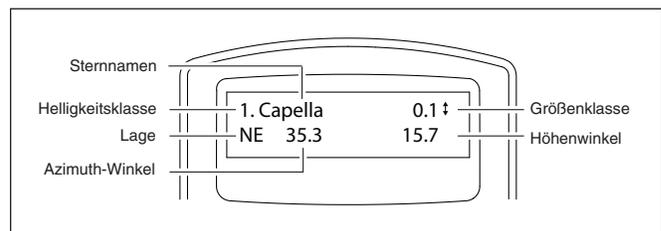

Abbildung 3. Informationen über den Ausrichtungstern auf der LCD-Anzeige.
4. Verwenden Sie nun die Navigationstasten, um durch die Liste der hellen Sterne zu blättern. In der Liste finden sie höchstens ein paar Sterne und manchmal sogar nur einen. Im Display der Handsteuerung wird der Name und die Größenklasse des hellen Sterns in der ersten Zeile und die ungefähre Position des Sterns (ausgehend vom Datum und der Uhrzeit, die Sie bei der Erstinstallation eingegeben haben) in der zweiten Zeile angezeigt (**Abbildung 3**). Die erste Koordinate in der zweiten Zeile ist die O-W-Koordinate und die zweite Koordinate in der zweiten Zeile gibt den Winkel (in Grad) über dem Horizont an. Diese Koordinaten bieten eine einfache Möglichkeit, um den von Ihnen gewählten hellen Stern zu identifizieren. Drücken Sie die Taste „ENTER (EINGABE)“, wenn Sie sicher sind, dass die